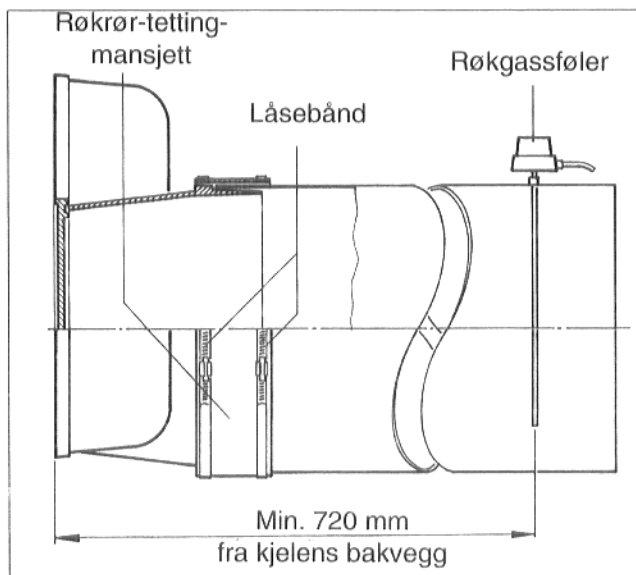

Fig. 26
Vi anbefaler å bruke en røkrør - tetningsmansjett, (Fig. 26) som må bestilles ekstra.
- Røkrør-tetningsmansjetten legges med overlapping rundt stussen til røkgassamleren og røkrøret (Fig. 26).
- Muffe til røkgasstermometeret sveises på røkrøret med avstand 2 x røkrøret's diameter fra kjelen (Fig. 26).